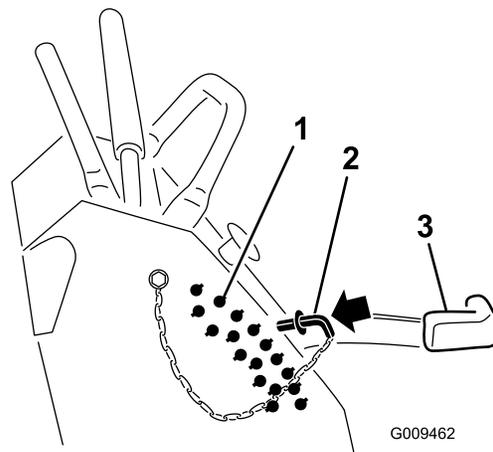

Figura 28
2. Seleccionar um orifício, no suporte da altura de corte, que corresponda à altura de corte desejada e insira o pino (Figura 28).
3. Baixar a alavanca da altura de corte até ao pino (Figura 28).